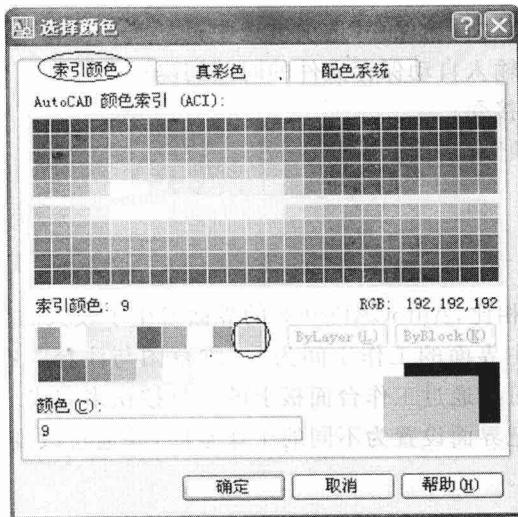

图 1-4 “选择颜色”对话框
- (4) 确认“背景”和“界面元素”列表为默认选项,单击“颜色”列表,在下拉列表中单击“选择颜色”项,出现“选择颜色”对话框,如图 1-4 所示;